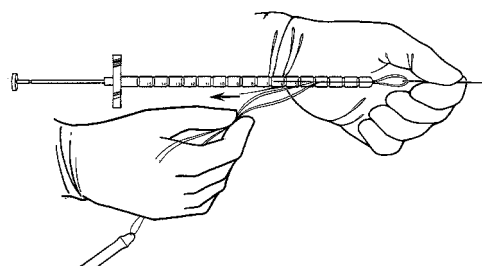

Figure 4-13. Chargement de l'aiguille de Keith
4. Chargez l'extrémité émoussée de cette aiguille dans le guide d'insertion de Furlow (**Figure 4-13**) et faites passer la suture dans la fente de l'instrument.